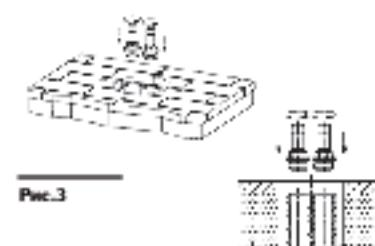

Рис.3
3. Рассоедините по базе по двойкам к своему типу. Гибкую подкладку следует прорезать в гнездо, состоящее из молчанишитовых вручную, и на пришвейте кисточками на пропитанную краской брызгами, т.к. это может привести к покраинке по двойкам или синеватому (см. рис. 3).
3. Установите переходники (рис. 3).
3. Установите винты из датчиков в порядке от преднастки, указанной на рисунке (рис.3).